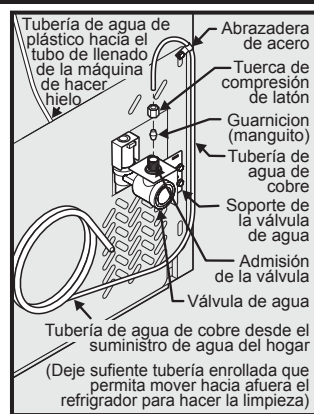
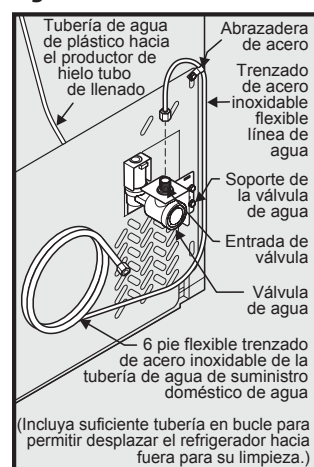

figura 1
figura 2
- Si utiliza tuberías de cobre, deslice la tuerca de compresión de latón y la guarnición (manguito) en la tubería de suministro de agua. Inserte la tubería de agua en la admisión de la válvula de agua tan adentro como sea posible ($\frac{1}{4}$ " / 6 mm). Inserte la guarnición (manguito) en la admisión de la válvula y apriete a mano la tuerca de compresión en la válvula. Apriete media vuelta adicional con una llave. NO apriete demasiado. **Vea la figura 1.** Si utiliza tubo de acero inoxidable flexible trenzado: la tuerca ya va montada en la tubería. Deslice la tuerca en la entrada de la válvula y apriete con el dedo la tuerca a la válvula. Apriete otra media vuelta con una llave; NO apriete excesivamente. **Vea la figura 2.**